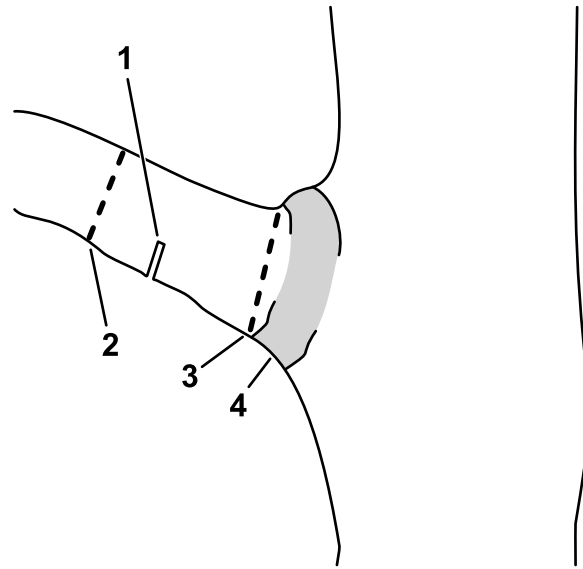

Figura 13
- C. Tagliate il moncone del ramo all'altezza del collare (Figura 13).